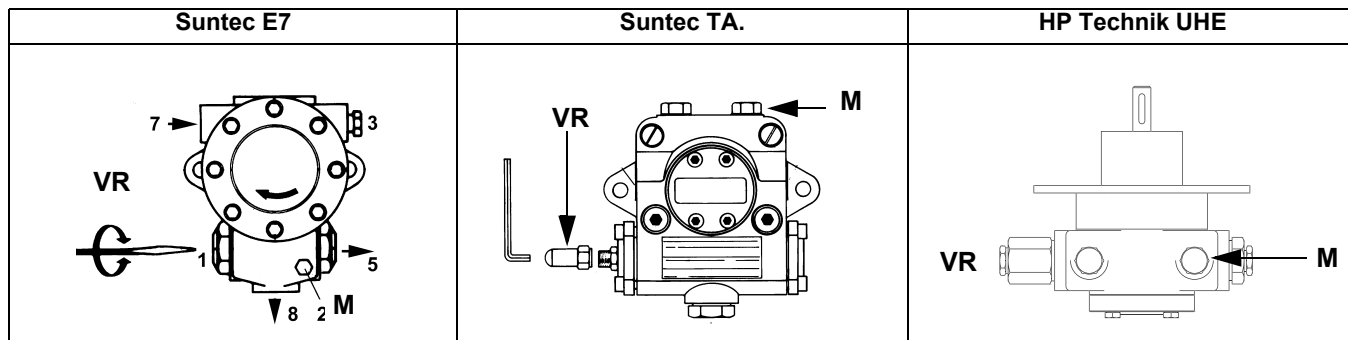

Рис. 25
- 3 выпустить воздух со штуцера (**M**) манометра насоса (Рис. 25), расслабив слегка заглушку, но не снимая ее; затем опустить контактор;